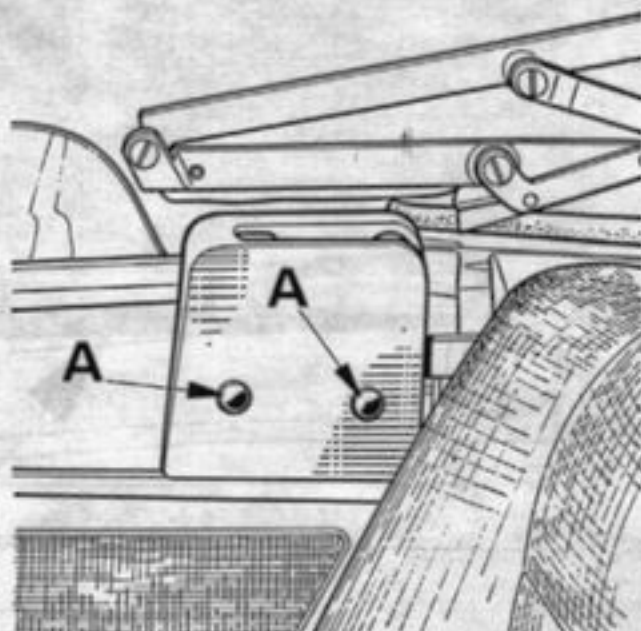

Figure 31 A 4889
- Déposer les caches des articulations, (A, figure 31)
- Reposer les caches d'articulation, (A, figure 31)